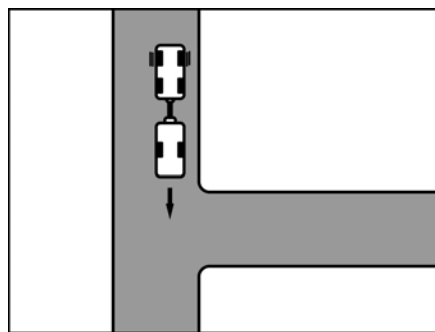

Bild 9 Start
- Kör mot infarten så långt att husvagnens bakdel befinner sig ung. framför infarten (Bild 9).